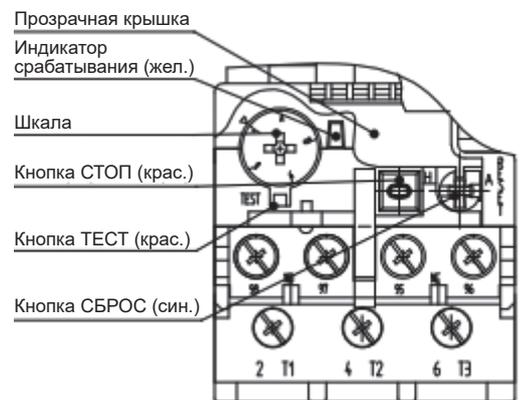

Рис. 4. Детали теплового реле
- Наименования соответствующих деталей теплового реле показаны на рис.4